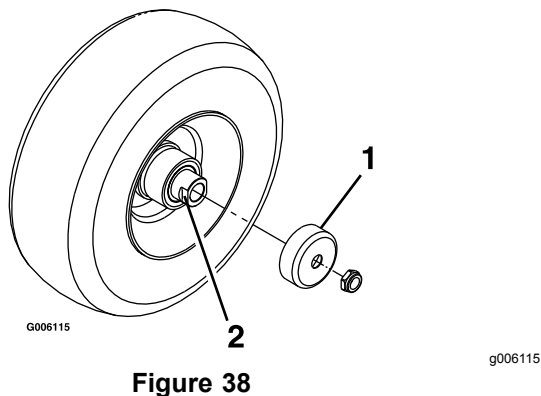

Figure 38
4. Déposez les protège-joints du moyeu de roue (Figure 38).